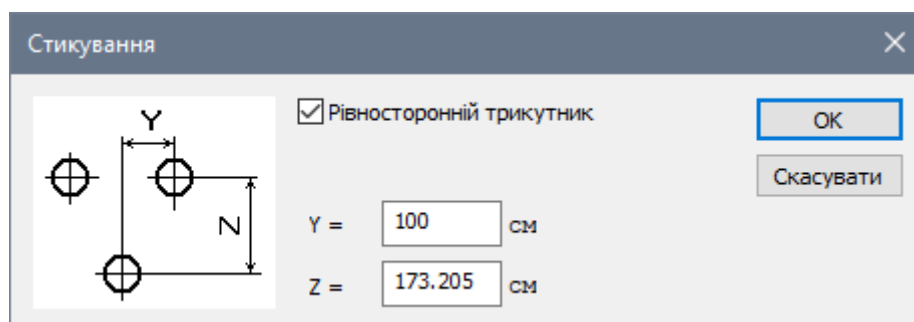

Рис. 8.11. Діалогове вікно Стикування
- В діалоговому вікні **Стикування** (рис. 8.11) введіть значення  $Y = 100$  см (значення  $Z$  при встановленому прапорці **Рівносторонній трикутник** обчислюється автоматично).